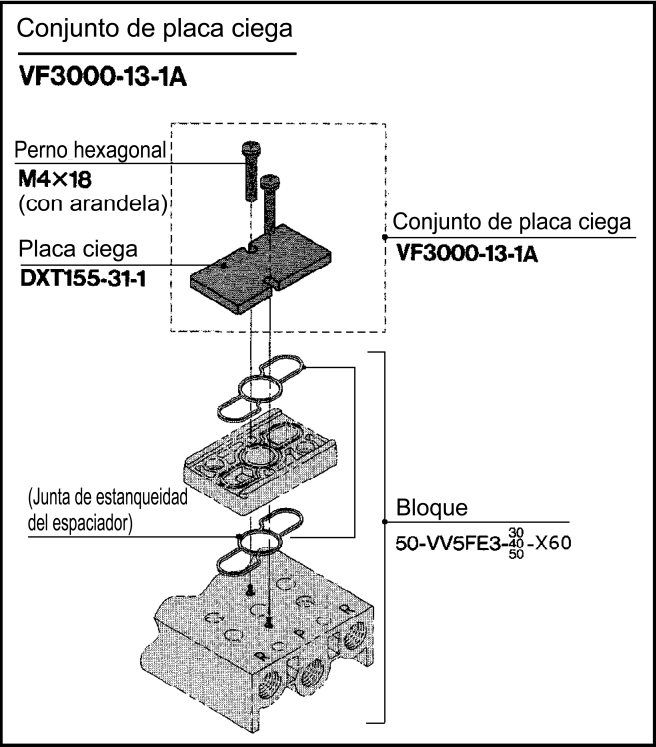
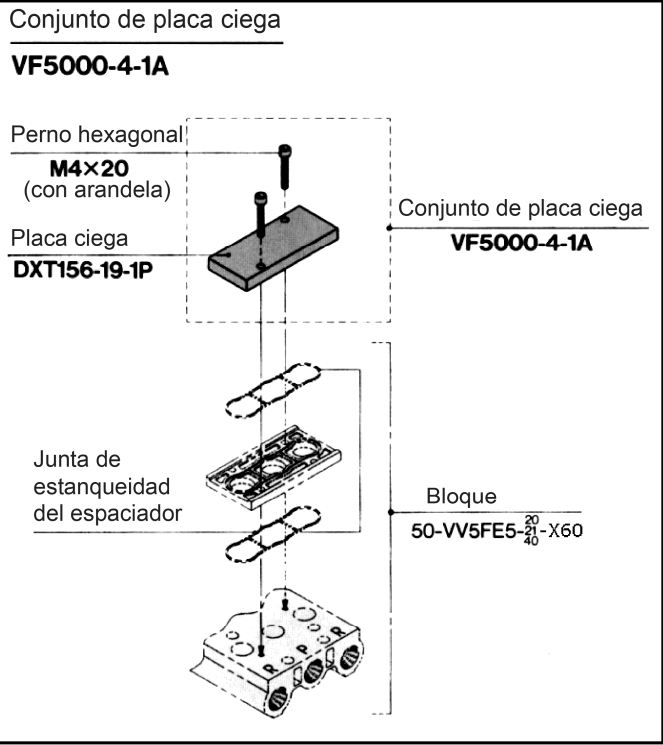

Figura 37
Figura 38
- Monte la placa ciega en el bloque asegurándose de que el espaciador y las juntas de estanqueidad están presentes, véase Figura 37 y Figura 38.